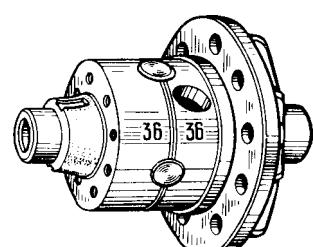

Рис. 9.7. Установка коробок сателлитов по меткам
- Установите шестернию полуоси с упорной шайбой в сборе в правую коробку сателлитов. Придерживая шестерню полуоси, установите правую чашку сателлитов на левую так, чтобы метки (рис. 9.7) (порядковые номера) обеих чашек были совмещены.